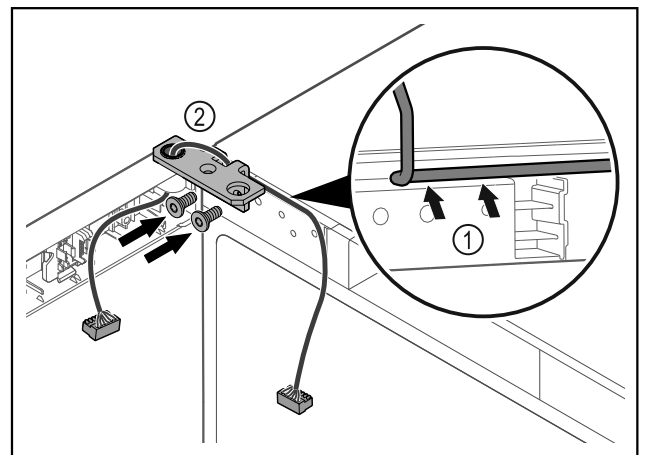

Fig. 42
- ▶ Introdurre il cavo nel foro della cerniera angolare e posarlo con cautela Fig. 42 (1).
- ▶ Avvitare la cerniera angolare Fig. 42 (2).